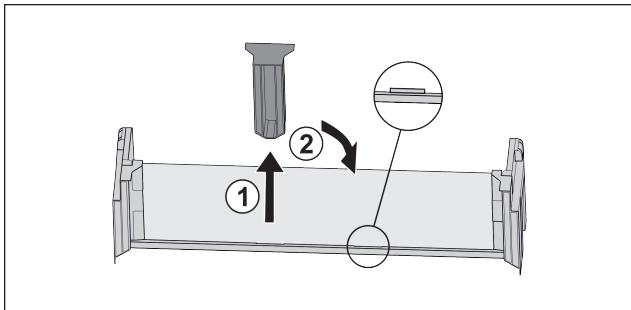

Fig. 23
- Снимите среднюю поддерживающую деталь Fig. 23 (1).
- Вставьте среднюю поддерживающую деталь во вторую позицию Fig. 23 (2).